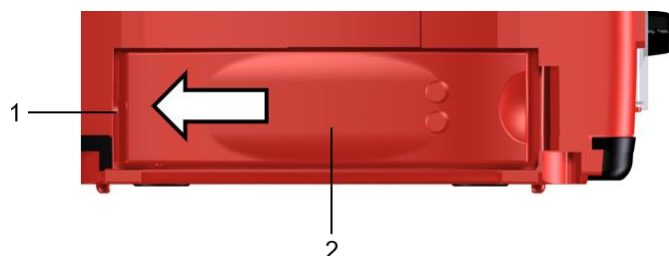

Fig. 12 DefiMonitor XD - Inserimento dell'accumulatore
- Far scorrere l'accumulatore, Fig. 12 (2) nell'apparecchio in direzione della freccia, finché non si trova nella posizione di arresto (1) nel vano dell'accumulatore.
- Spingere l'accumulatore (2) nell'apposito vano fino a quando non viene udito il clic di innesto e non si trova a filo con l'alloggiamento dell'apparecchio.